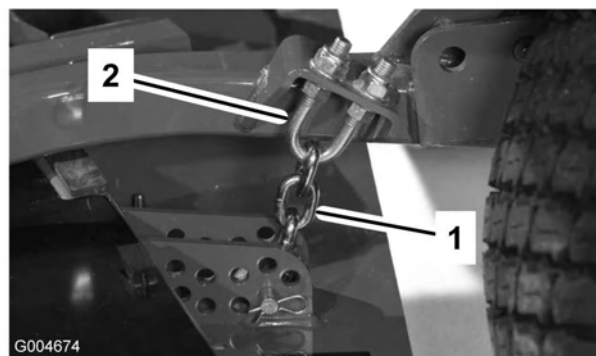

Figura 75
1. Desaperte as porcas de retenção na zona superior ou inferior da cavilha em U da correia da altura de corte (Figura 75).